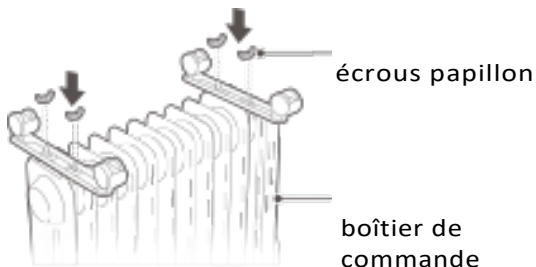

figure 2
3. Comme indiqué sur la figure 2, deux ensembles de roulettes sont serrés avec quatre écrous papillon. Installez solidement puis mettez le radiateur en place — posez simplement les roues sur le sol.